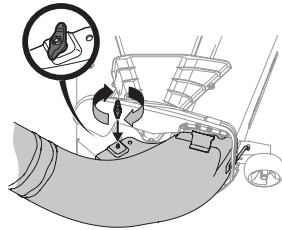

Figura 31
- Fije el codo del canal de descarga en la plataforma de corte usando una perilla de aletas (720-04122) a partir de el paquete de herrajes 689-02200. Consulte la Figura 31.
- Fije el codo del canal de descarga en la plataforma de corte usando una perilla de aletas (720-04122) incluida en el paquete de herrajes 689-02200. Consulte la Figura 31.